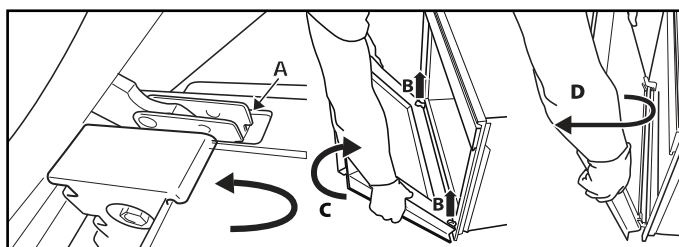

Fig. 2
3. Lukk døren til den blokkes (A), løft den opp (B) og sving den rundt (C) til den frigjøres (D) (Fig. 2).